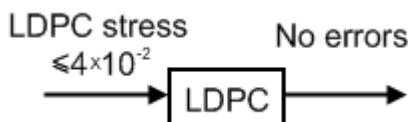

Figure 3.1 Décodeur LDPC fonctionnement
16. StressLDPC decodeur – indique la charge du décodeur LDPC (low-density parity-check code). Le LDPC est contrôlé par le nombre d'erreurs corrigées à l'entrée du Décodeur LDPC (voir **Figure 3.1**).